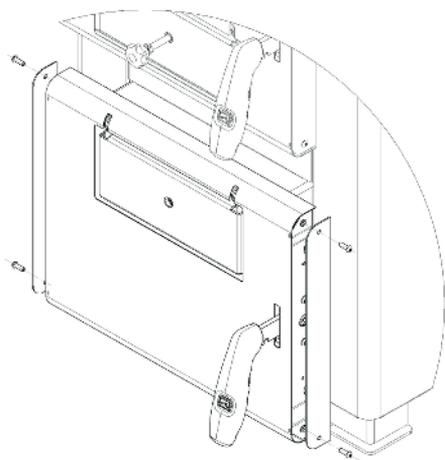

Рисунок 12.1
1. Демонтировать планки декора двери выкрутив винты рис. 12.1.